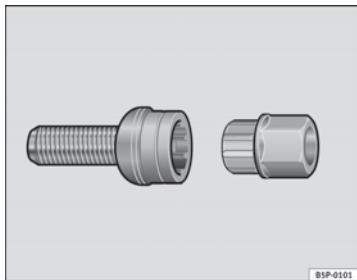

Fig. 137 Boulons de roue antivol
- Introduisez l'adaptateur au maximum dans le boulon antivol de la roue ⇒ fig. 137.